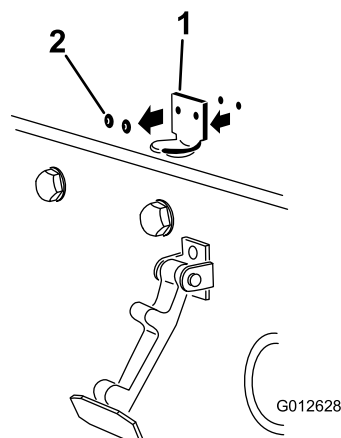

Figure 6
2. Retirez les (2) rivets qui fixent le support du verrou au capot (Figure 6). Enlevez le support du verrou du capot.